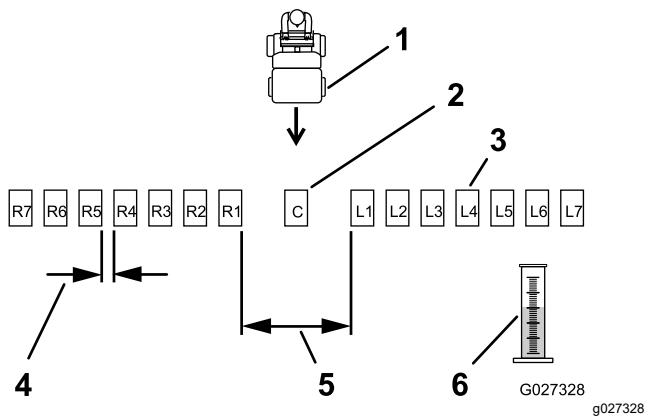
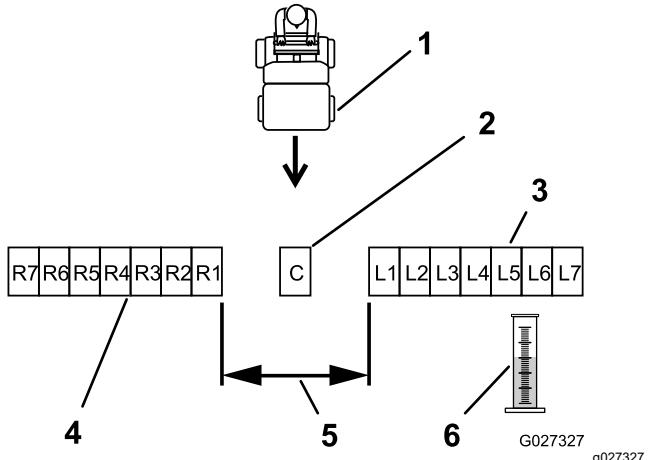

Figure 25
Figure 26
2. Placez les autres bacs en ligne droite, comme montré à la Figure 25 ou la Figure 26.
- Pour les produits granulaires de gros calibre : Placez 6 autres bacs de chaque côté en les espaçant de 30 cm (12 po) (Figure 25).
- Pour les produits granulaires de petit calibre : Placez six autres bacs côté-à-côte de chaque côté (Figure 26).
- Étiquetez chaque éprouvette de dosage en fonction du bac correspondant (par exemple L2, L1, Central, R1, R2); voir Figure 25 et Figure 26.